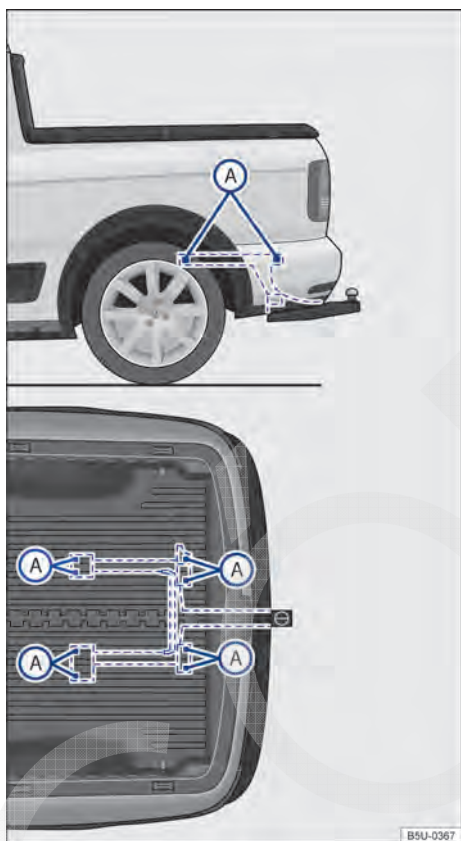

Fig. 154 Pontos de fixação para instalar um dispositivo de reboque posteriormente.
A figura → Fig. 154 ilustra, como exemplo, o ponto de fixação para instalar um dispositivo de reboque do modelo Nova Saveiro.
A montagem posterior de um dispositivo de reboque deverá ser efetuada de acordo com as instruções do respectivo fabricante do engate, sempre respeitando os pontos de fixação indicados na → Fig. 154 (A).